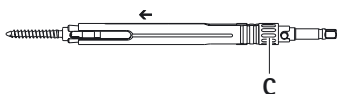

Abb. 5
- Außenhülse **A** Richtung Pedikelschraube schieben und mit Klemmschraube **C** Pedikelschraube in Klemmhülse **2** festklemmen, siehe Abb. 5.